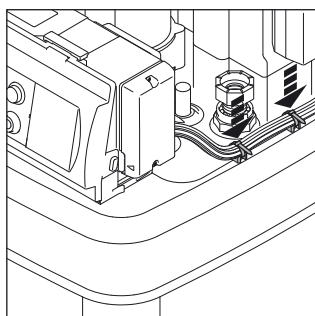

Figura 4-27 Fijar el cableado sobre el depósito acumulador.
- Fijar el cableado saliente sobre el depósito acumulador (figura 4-27).